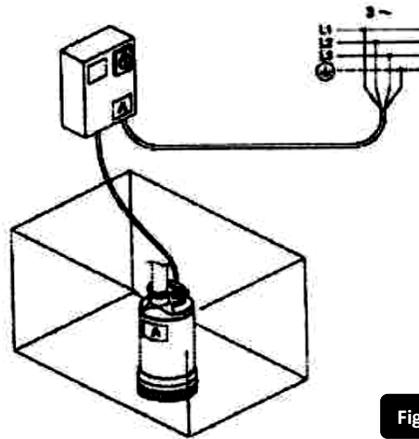

Figura 4
- **Tipo trifásico:** (Figura 4)